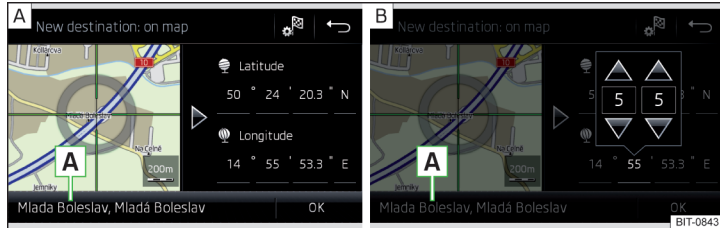

Abb. 216 Ziel eingeben: über den Kartenpunkt / mithilfe von GPS-Koordinaten
- › Durch Bildschirmberührung das gewünschte Ziel in das Fadenkreuz verschieben » Abb. 216 - **A**.
- › Die Funktionsfläche mit dem gewünschten Wert der GPS-Koordinate für die geografische Breite und geografische Länge antippen » Abb. 216 - **B**.
Sind in den Navigationsdaten des Infotainments Informationen zum eingegebenen Punkt verfügbar, dann werden diese statt der GPS-Koordinaten angezeigt (bspw. Adresse **A**) » Abb. 216).